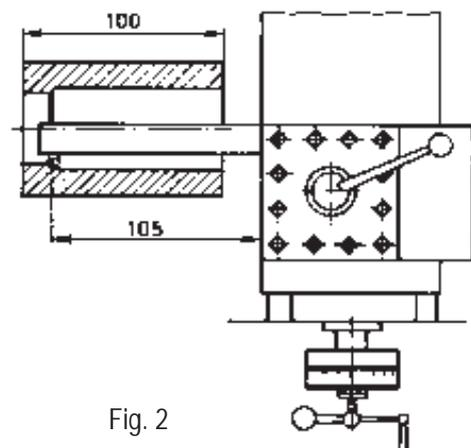

Fig. 2
- a) Deje fuera del porta-herramienta una longitud suficiente para tornear (Fig. 2).